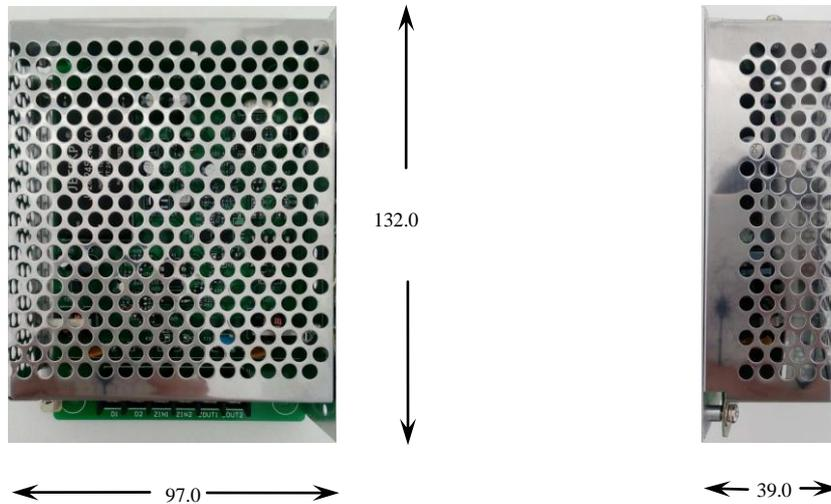

图 1 外观结构及安装尺寸
1、中继模块的外观结构如图 1 所示，单位：mm。
1、中继模块安装如图 1 所示。中继模块用于抗干扰使用时，应安装于存在干扰的现场以外，如有屏蔽效果的铁壳内；中继模块作为延长总线通讯距离使用时，应安装于距离控制器总线输出端线长 1000m 以内；采用螺钉固定，室内安装。